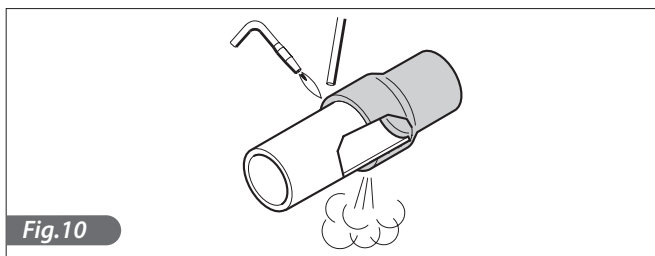

Fig.10
- 3) Soudures hermétiques (Fig.10).